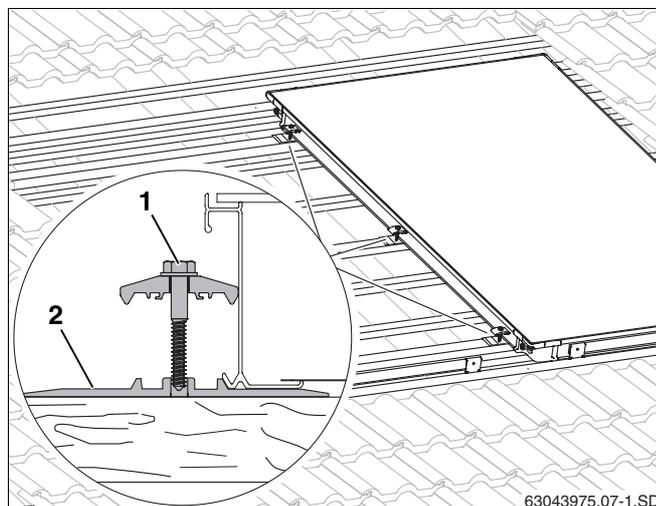

Abb. 26 Doppelseitigen Niederhalter am ersten Kollektor
- Kollektor leicht anheben und die Unterlegplatte (Abb. 26, **Pos. 2**) mit dem doppelseitigen Niederhalter auf der 2. und 3. zusätzlichen Latte sowie mittig des Kollektors auf einer vorhandenen Latte schieben, dass die Erhebung gegen die Kollektorkante unten stößt.
- Für die Schraube (Abb. 26, **Pos. 1**) muss mit 4 mm Bohrer vorgebohrt werden. Zur Markierung Kerben in Unterlegplatte verwenden.